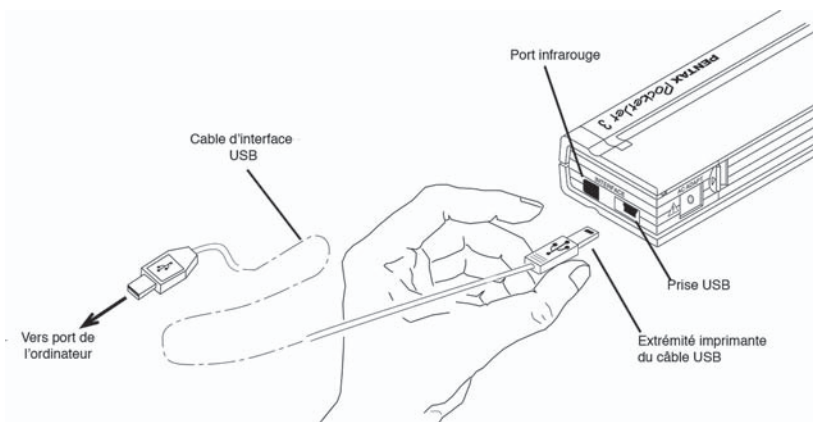

FIGURE 7. Raccordement de la PocketJet à votre ordinateur
3. Insérez l'extrémité imprimante du câble dans le connecteur d'interface sur le côté de l'imprimante. Consultez l'illustration de la Figure 7.